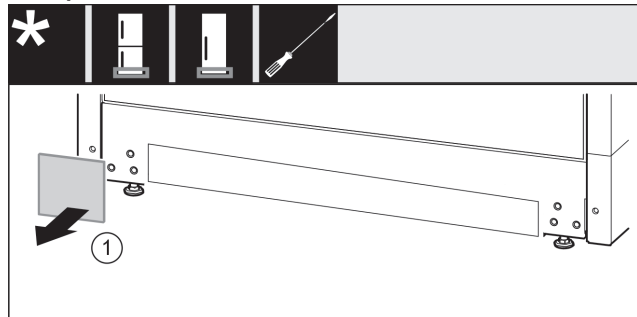

Fig. 16
- ▶ Snemite oblogo. Fig. 16 (1)